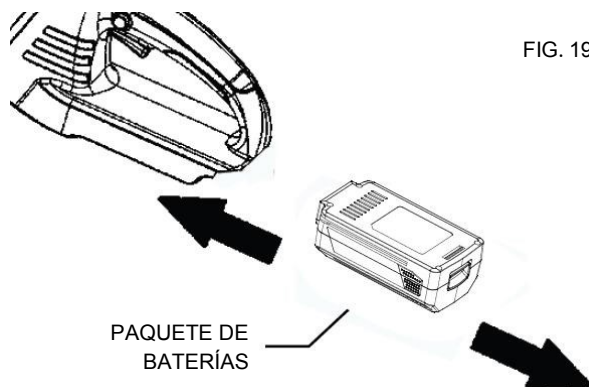

FIG. 19
■ Alinee la ranura exterior del paquete de baterías con la costilla realizada interior del receptáculo para pilas de la herramienta y coloque el paquete de baterías en la herramienta. Presione firmemente la batería para garantizar una buena conexión. (Fig 19)